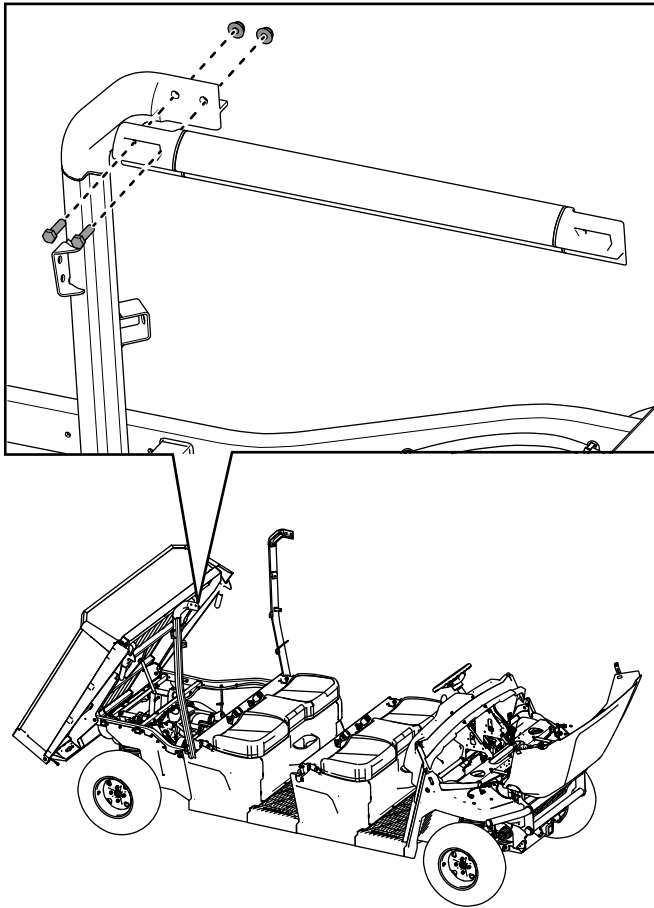

Figura 43
8. Sujete provisionalmente el conjunto de unión derecho de la barra antivuelco al conjunto derecho trasero de la barra antivuelco con 2 pernos de cabeza hexagonal ($\frac{3}{8}$ " x $1\frac{1}{4}$ ") y 2 contratueras ($\frac{3}{8}$ "), como se muestra en la Figura 43.